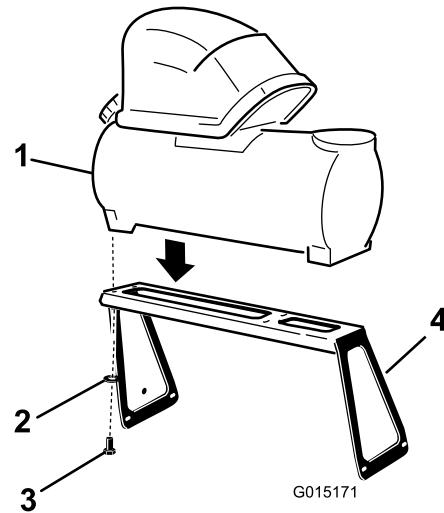

図 2
- フォーム・タンク・アセンブリを 図 2 に示すように取り付けブラケットにセットする。